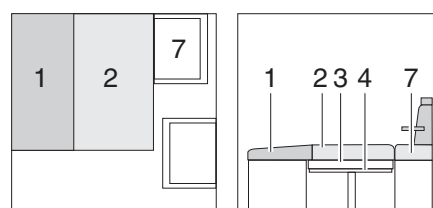

Fig. 64 Dopo la trasformazione (letto extra)
- Posizionare il cuscino del divano (Fig. 64,2) tra il cuscino dello schienale (Fig. 64,1) ed il sedile del conducente (Fig. 64,7).